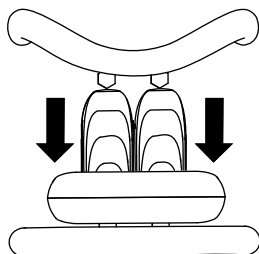

Figura 7
- Pentru deplasare în spate, deplasezi maneta de traciune spre spate (Figura 7).